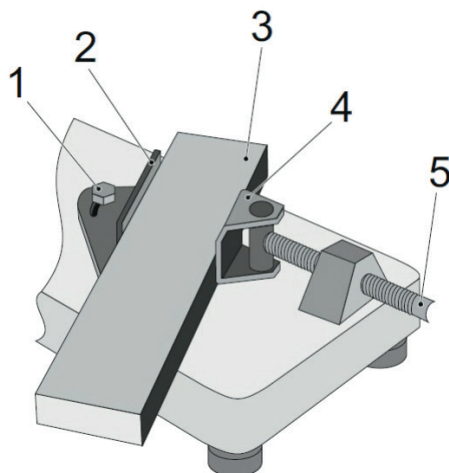

Рисунок 3
- Систематически контролируйте состояние угольных щеток электрического двигателя (загрязненные или чрезмерно изношенные щетки могут вызвать сильное искрение и уменьшение частоты вращения инструмента, а также выход его из строя). Предельный износ угольных щеток – остаток менее 5мм (рисунок 3).